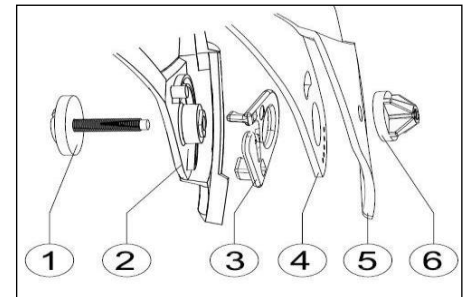

Fig. 1
- Draai de schroeven (afb. 1, punt 1 en 6) op de zijkanten los.
- Verwijder de frontplaat (afb. 1, punt 5), zorg ervoor dat het centrale deel van zijn steun wordt verwijderd.
- Verwijder het vizier (afb. 1, punt 4).
- Verwijder de aan/uit-stopper (afb. 1, punt 3).
- Verwijder het deel van de helm (afb. 1, punt 2).
- Plaats de schroef in de speciale behuizing die in het kopstuk is te vinden (afb. 1, punt 1).
- Plaats de aan/uit-stopper (afb. 1 punt 3).
- Plaats het vizier (afb. 1 punt 4).
- Plaats het masker (afb. 1 punt 6).
- Zet de schroef iets vast (afb. 1, punt 1 en 6).